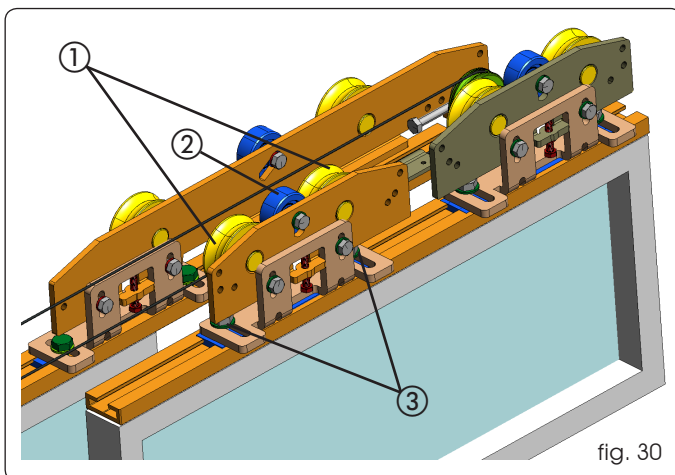

fig. 30
Monteer de vleugels, zodra ze gereed zijn, op het steunprofiel. De loopwagens zijn voorzien van twee normale wieltjes (fig. 30 ref. ①) en een geleidewiel (fig.30 ref. ②).
Daarnaast zitten er op het onderstel van de loopwagens twee gaten, waarmee de diepte van de vleugel kan worden afgesteld (fig. 30 ref. ③).